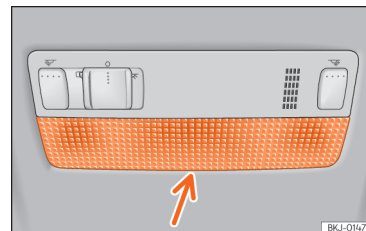

Fig. 166 Luz dianteira de leitura.
- Introduza uma chave de fendas fina, com a parte plana, entre a carcaça e o vidro » » **Fig. 166**.